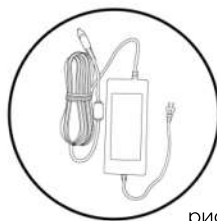

рис.1
- А. Подключите штекер постоянного тока (разъем А) к блоку питания (рис.1)